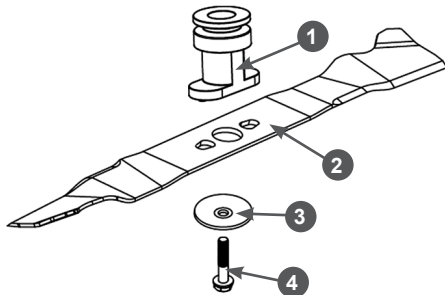

Рис. 24 Установка ножа
3. С помощью соответствующего инструмента открутите болт 4 крепления ножа, снимите шайбу 3 и нож 2 (Рис. 24).
- Установите нож на направляющие адаптера и закрепите его болтом и шайбой, как показано на Рис. 24. Убедитесь, что нож установлен правильно.
- Зафиксируйте нож от проворачивания и надёжно затяните болт 4 крепления ножа (Рис. 24).